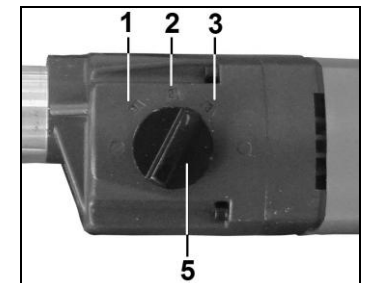

Рис. 7
- Для ДАЭ-3 165Э: три скорости 1, 2 и 3 (Рис. 7).